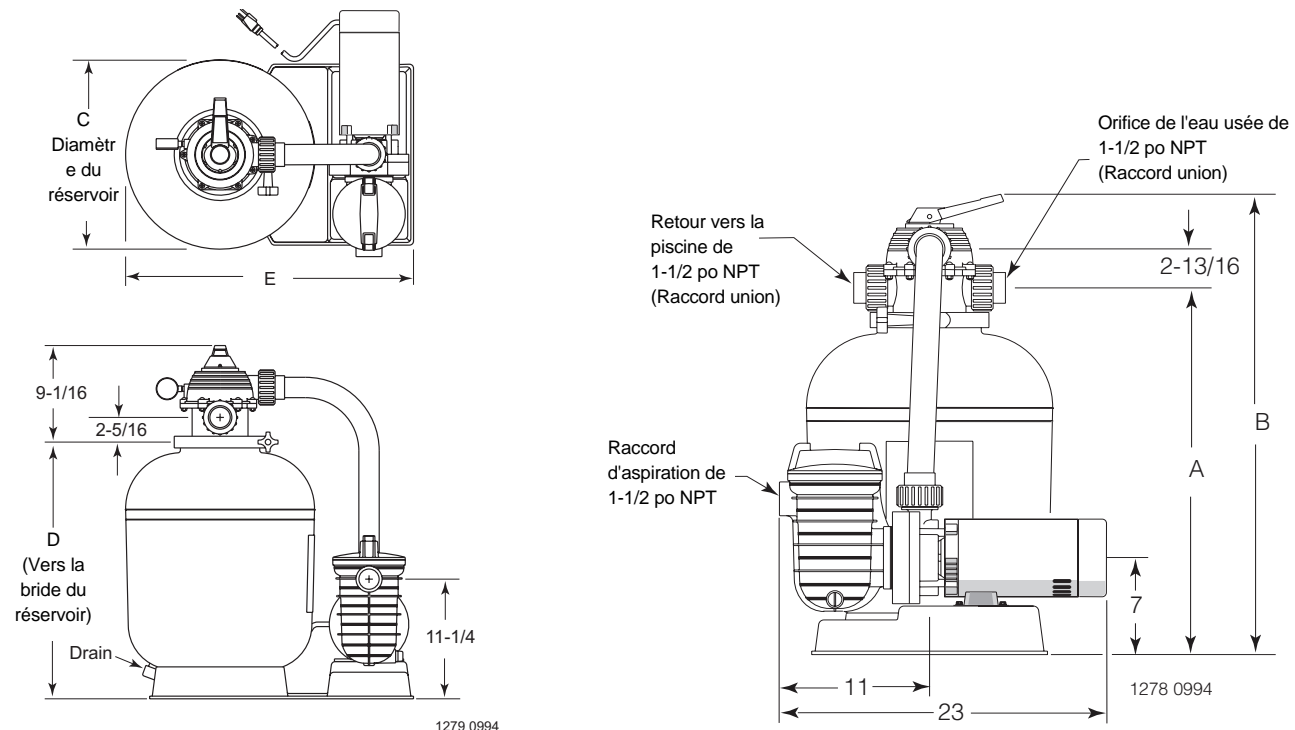

Figure 1 : Dimensions
- offrir suffisamment d'espace et d'éclairage pour un accès facile lors des entretiens périodiques. (Voir le Tableau 1 et la Figure 1 à la page 4 pour les dégagements exigés.)